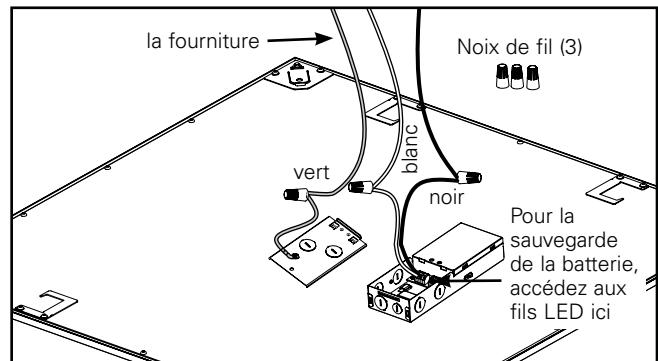

Figure 5.
- Utilisez une entrée défonçable pour acheminer le câble d'alimentation. Utilisez les trois capuchons de connexion fournis pour raccorder le fil de mise à la terre au câble d'alimentation vert, le câble noir (Li11ne) au câble d'alimentation noir et le câble blanc (neutre) au câble d'alimentation blanc (Fig. 5).